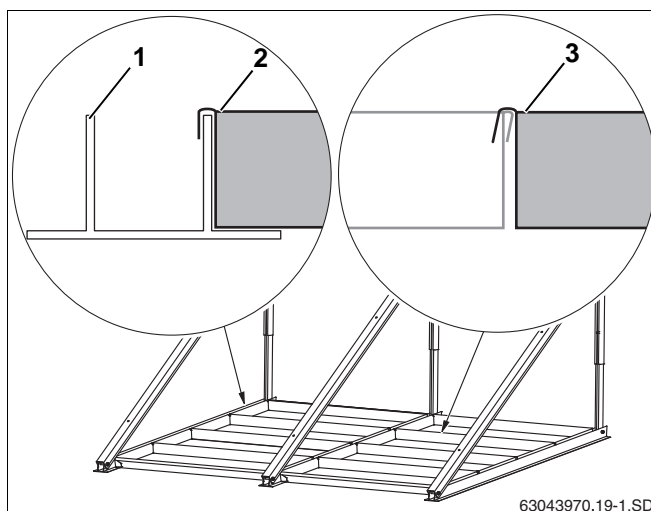

Fig. 27 Pr. solfanger 4 trykkar
- ▶ Læg trykkarreene (fig. 27, **pos. 2**) i de nederste profiler (fig. 27, **pos. 1**) og ind i hinanden (fig. 27, **pos. 3**).